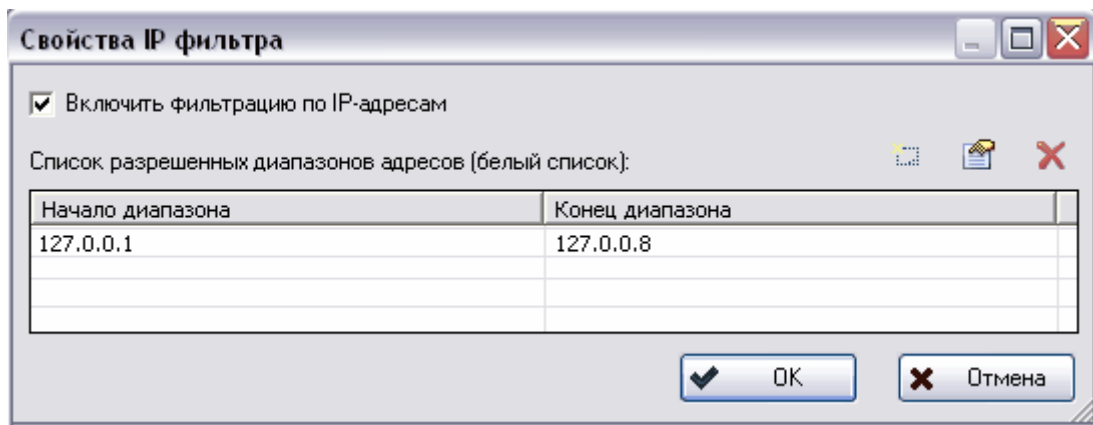

Рис. 35 Свойства IP фильтра
4. После этого диапазон адресов появится в списке разрешенных адресов в окне **Свойства IP фильтра** (Рис. 35).